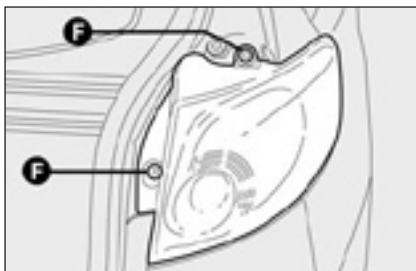

рис. 24
- открутите 2 шурупа **F-рис. 24** и снимите корпус;